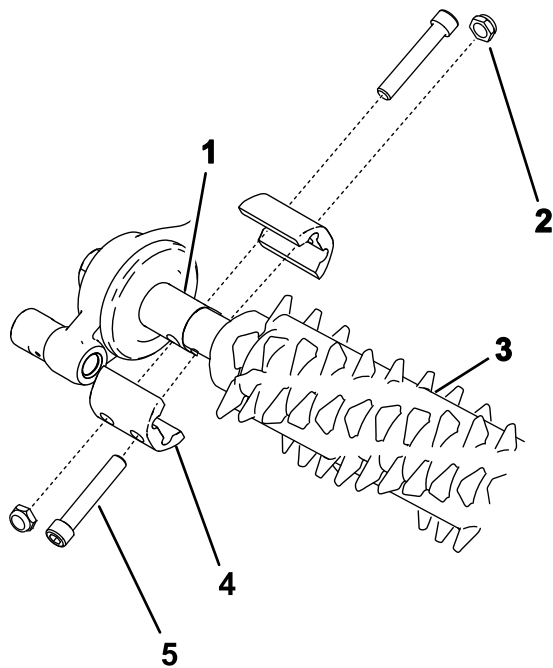

Рисунок 17
2. Совместите уборочный барабан с блоком привода механической щетки и натяжным роликом в сборе (Рисунок 17).
3. Прикрепите механическую щетку к машине, как показано на Рисунок 17, и затяните болты.